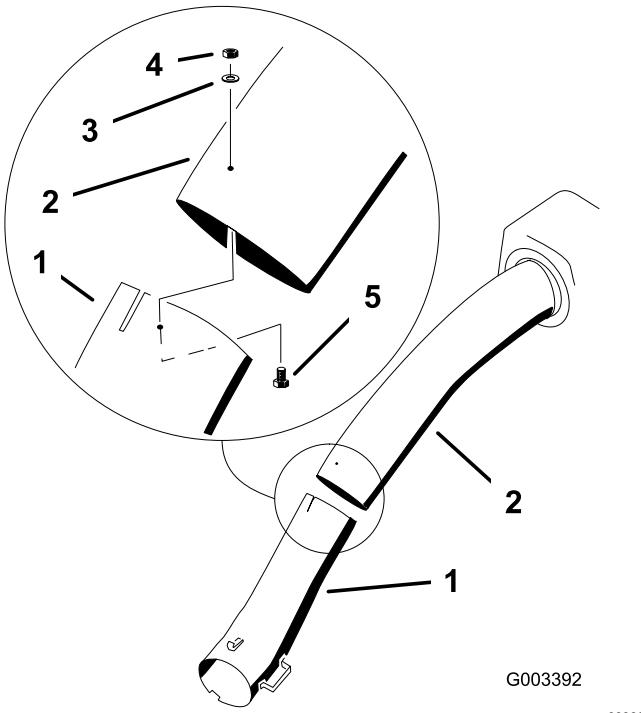

Figura 45
11. Una los tubos superior e inferior con 3 pernos (Nº 10 x $\frac{3}{4}$ "), 3 arandelas planas (7/32"), y 3 contratuerca (Nº 10), como se muestra en la Figura 45.